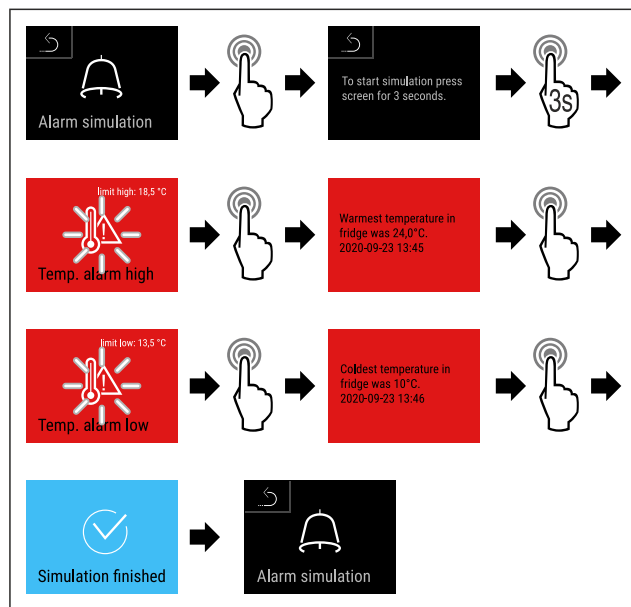

Fig. 155
- ▶ Suivre les étapes (voir Fig. 155).